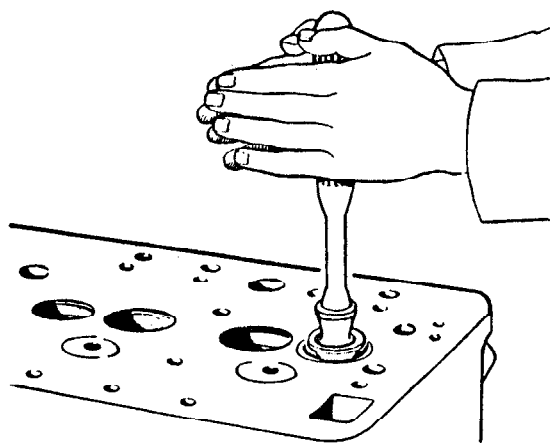

Fig. 6.26 Asentamiento manual de la válvula en el asiento
2. Colóquese la válvula en su guía y por medio del asentador o "molinillo" que tiene una ventosa en la punta, gírese la válvula en su asiento unos cuantos grados de cada vez, con una ligera presión (Fig. 6.26).